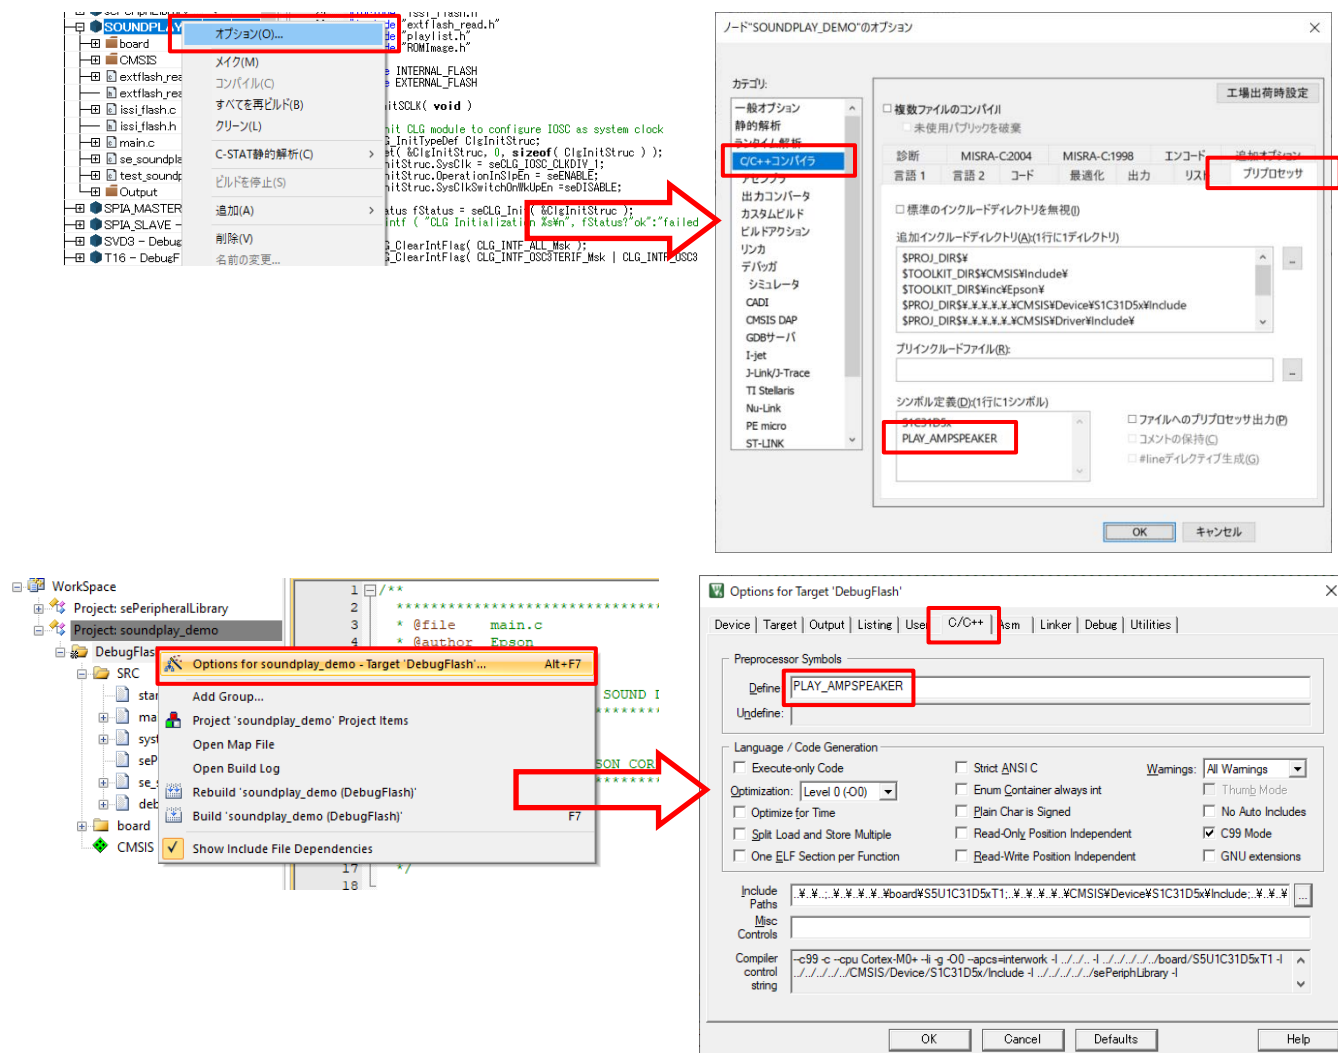

図 3.20.1 シンボル定義方法(上図は IAR EWARM、下図は Keil MDKARM)
1. SOUNDPLAY プロジェクトのシンボル定義に”PLAY\_AMPSEAKER”を定義する。(設定方法は図 3.20.1、表 3.20.1 参照)
1. SOUNDPLAY プロジェクトのシンボル定義に”PLAY\_ELBUZZER”を定義する。(設定方法は図 3.20.1 参照)
- SOUNDPLAY プロジェクトのシンボル定義に"PLAY\_PIBUZZER"を定義する。(設定方法は図 3.20.1 参照)